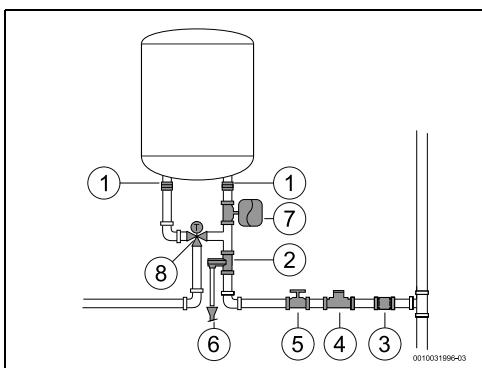

Fig. 11
- ▶ Fermer la vanne d'arrêt de l'eau (→ Fig. 11, [5]).
- ▶ installer un réducteur de pression (Fig. 11, [4]). La soupape différentielle se déclenche lorsque la pression d'eau dans l'appareil est supérieure à 8 bars ( $\pm 1$  bar), et il est donc nécessaire de prévoir un moyen d'évacuer cette eau.
- ▶ installer un vase d'expansion (Fig. 11, [7]) pour empêcher l'ouverture trop fréquente de la soupape différentielle. Le volume du vase d'expansion doit être équivalent à 5% du volume de l'appareil.